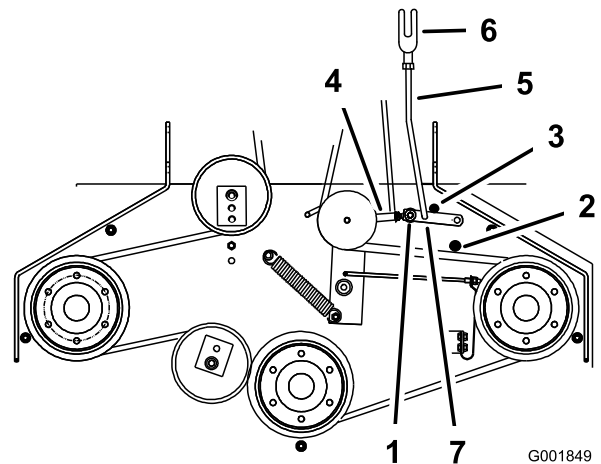

Figure 48
- Vérifiez que le bras d'assistance est en appui contre la butée arrière sur le tablier (Figure 48).
- Le bras d'assistance doit toucher la buté avant sur le plancher. Dans le cas contraire, réglez le levier coudé pour le rapprocher du renfort (Figure 48).
8. Pour ajuster la biellette du bras d'assistance, enlevez la goupille fendue du bras d'assistance (Figure 48).
11. Installez la biellette dans le bras d'assistance et fixez-la avec la goupille fendue (Figure 48).